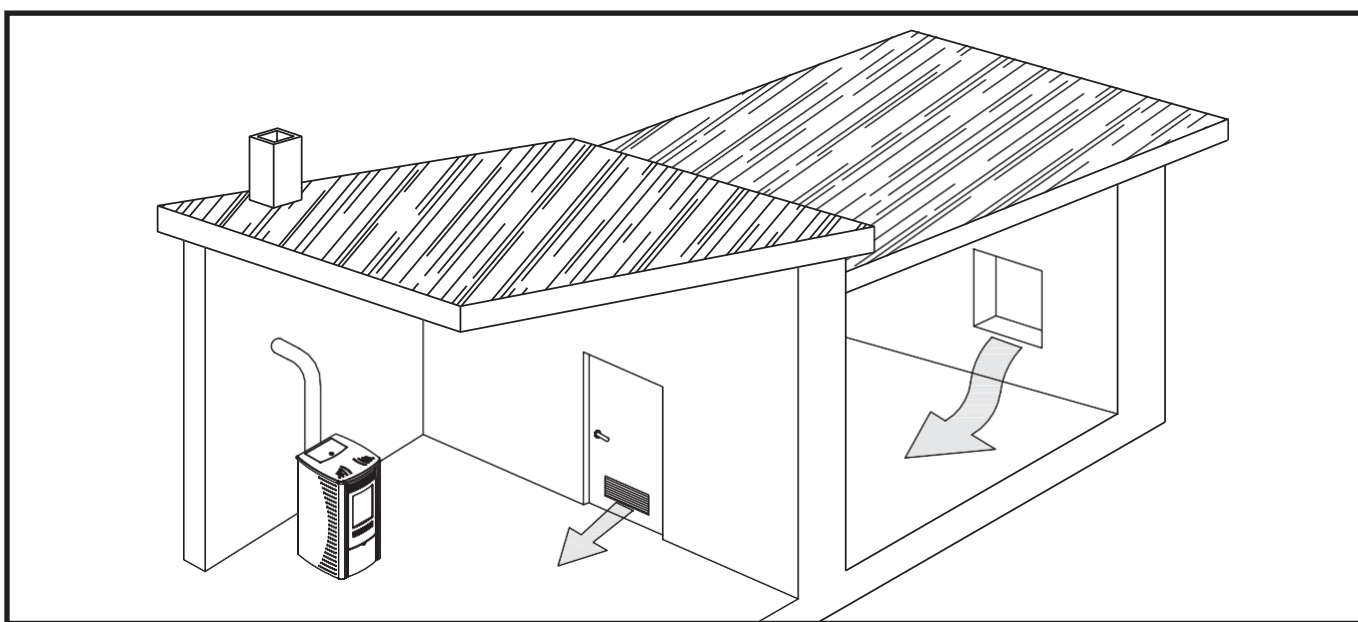

FIG. 6
- L'afflux de l'air peut être obtenu aussi d'un local contigu à celui de l'installation pourvu que le flux puisse advenir librement à travers des ouvertures permanentes communicantes avec l'extérieur (fig.6)